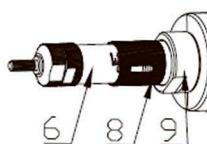

**Рис.4**
D. Установите на голове заклепочника упорный наконечник, соответствующий выбранному рабочему стержню (Рис. 4) и приступайте к регулировке.